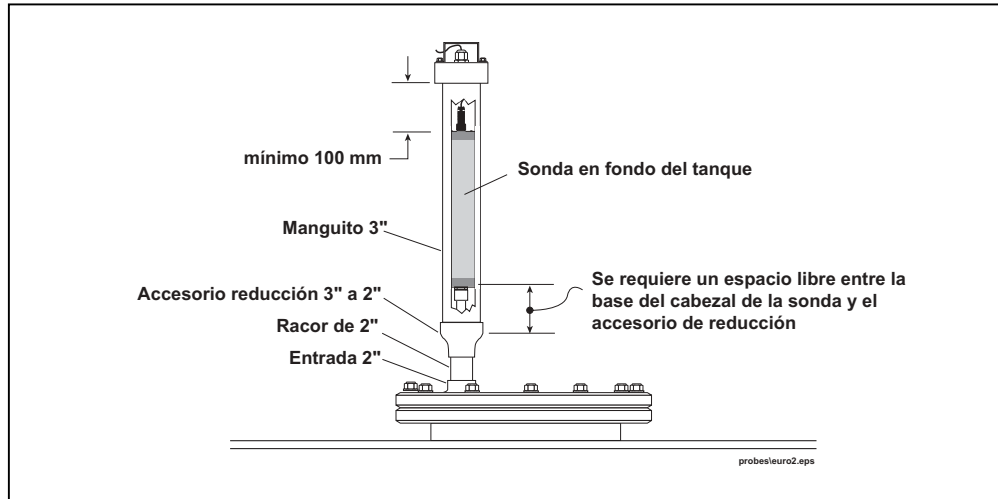

Figura 6. Espacio libre de la sonda para entradas de 2 pulgadas
- Las sondas especificadas para tanques con entradas más pequeñas que 3 pulgadas deben ser siempre lo bastante largas para apoyarse en el fondo del tanque y no “colgar” en el adaptador del tubo de subida (vea la Figura 6):